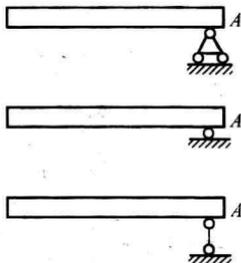

图 1-1
(1) 对光滑接触的指导:对光滑接触,其接触处可能是一个面、一条线或一个点,但不管是哪种接触,均考虑其总体作用效果,其约束力为一个力,且作用线均沿着接触处的公法线,指向被约束的物体,此时约束力的方向不要假定。
(2) 对柔性体约束的指导:对柔性体约束,其约束力对被约束物体只能是拉力,而不能是压力;对柔性体本身,其只能承受拉力,而绝不会是压力。
(3) 对光滑铰链约束的指导:光滑铰链约束其约束力实质是一个力,一般若根据判断能画为一个力时,如根据二力平衡公理、三力平衡汇交定理、力偶的性质等,就画为一个力;如不能判断出画为一个力或画为一个力不方便时,则画为正交的两个力。在实际做题时,画为正交的两个力的时候居多。当然,也不全是按水平与铅直方向画为正交的两个力,要视解题方便而定,极个别的情况也可以画为斜交的两个力。
(4) 对滚动支座约束的指导:滚动支座约束可属光滑约束一类,其总体效果为一个力。注意:图 1-1 所示表示滚动支座约束的三种符号具有同等的含义。